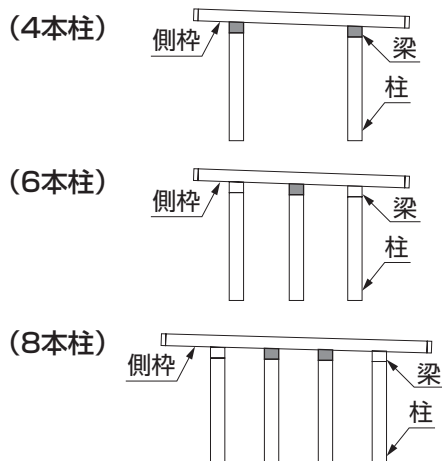

図4-10 側枠取付金具取付け位置
- ① 図4-10の取付け位置の梁の水下側に側枠取付金具を仮当てし、取付用の下穴φ3.5をあけて【18-2】で取付けてください。